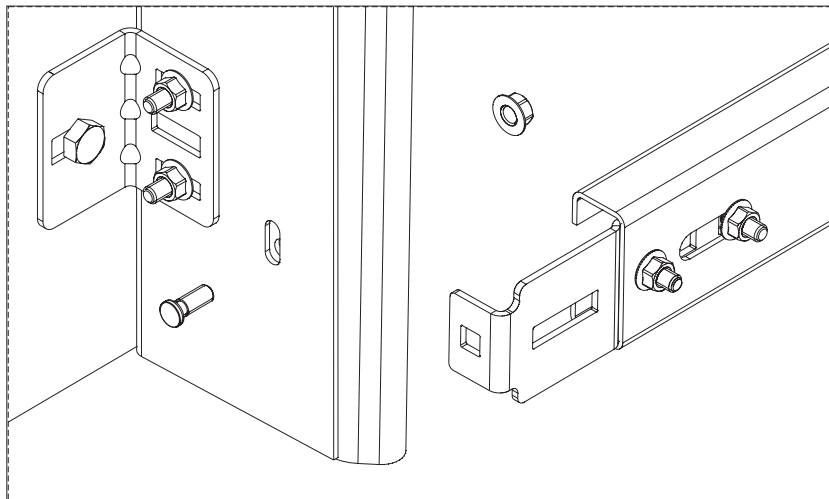

Рис. 11.1
- 8) демонтировать мерную планку, для чего отвернуть гайки нижних пресс-болтов и извлечь их (рис. 11.1);